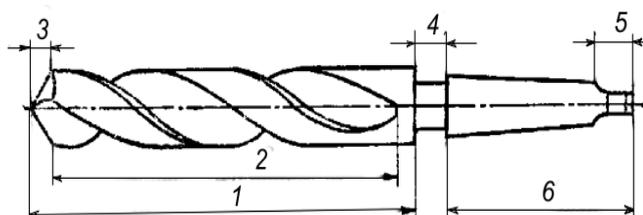
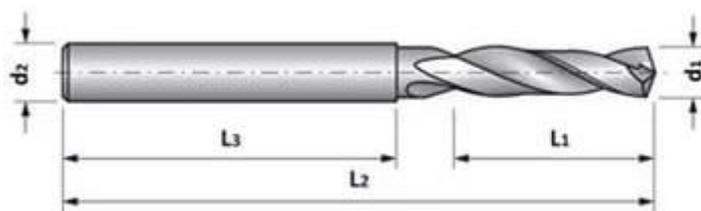

Рисунок 1.
Рисунок 3.
1). В тетради схематично зарисуйте сверло (рисунок 1):
- 3). Посмотрите внимательно рисунок 3. Чем данное сверло отличается от сверла на рис.1. Напишите.